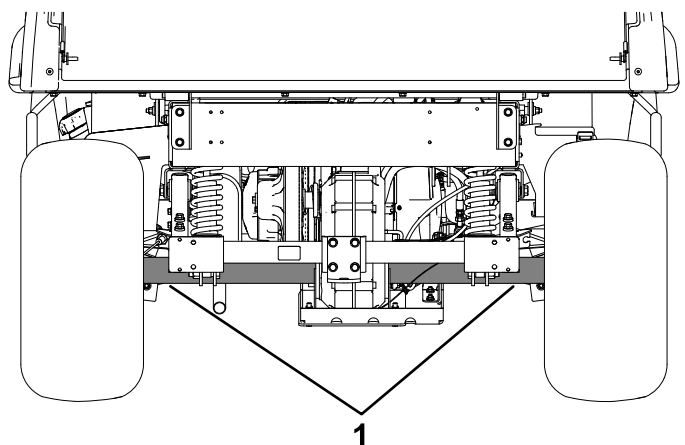

Figura 27
- O ponto de elevação traseiro encontra-se por baixo das bainhas do diferencial (Figura 27).